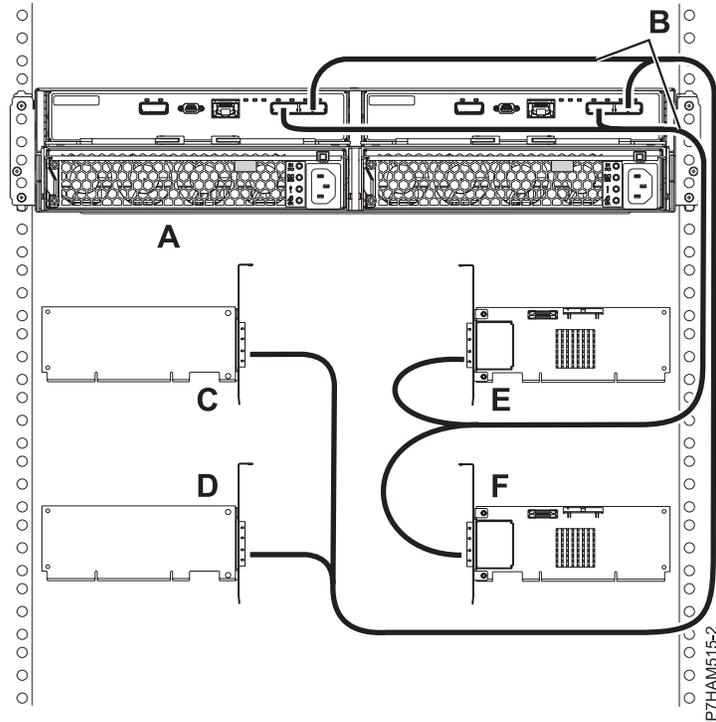

Figura 43. Conexión en la modalidad 4 mediante cables X de un alojamiento de unidades de disco 5887 con cuatro adaptadores SAS independientes
17. Realice la conexión en la modalidad 4 de un alojamiento de unidades de disco 5887 (A) utilizando cables X (B) con cuatro adaptadores SAS independientes, tal como se muestra en la Figura 43 en la página 87.